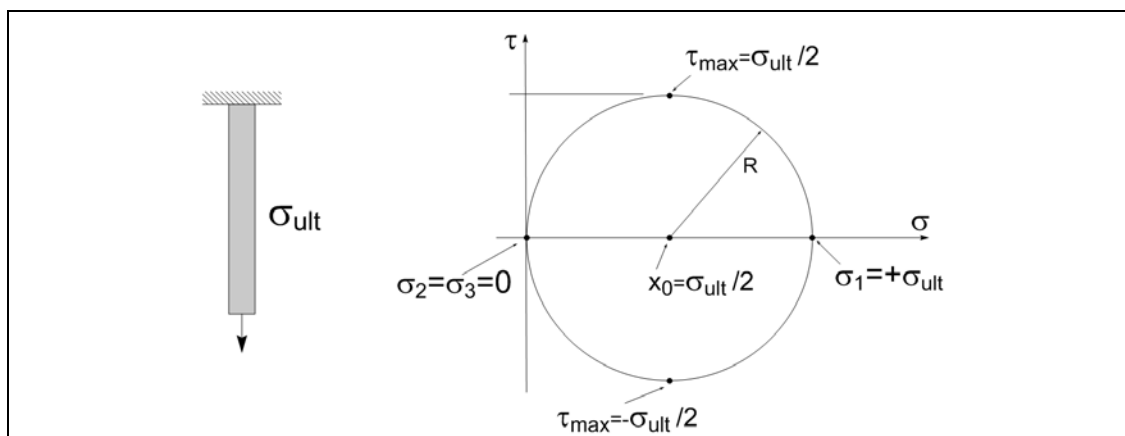

Figura 2: Ensaio de tração uniaxial e seu círculo de Mohr
1) Círculo de Mohr para ensaio de tração uniaxial, ver figura 2. A análise do círculo de Mohr conclui-se que a tensão máxima de cisalhamento que o material pode suportar é  $\tau_{\max} = \sigma_{ult} / 2 = 25 \text{ N/mm}^2$ .